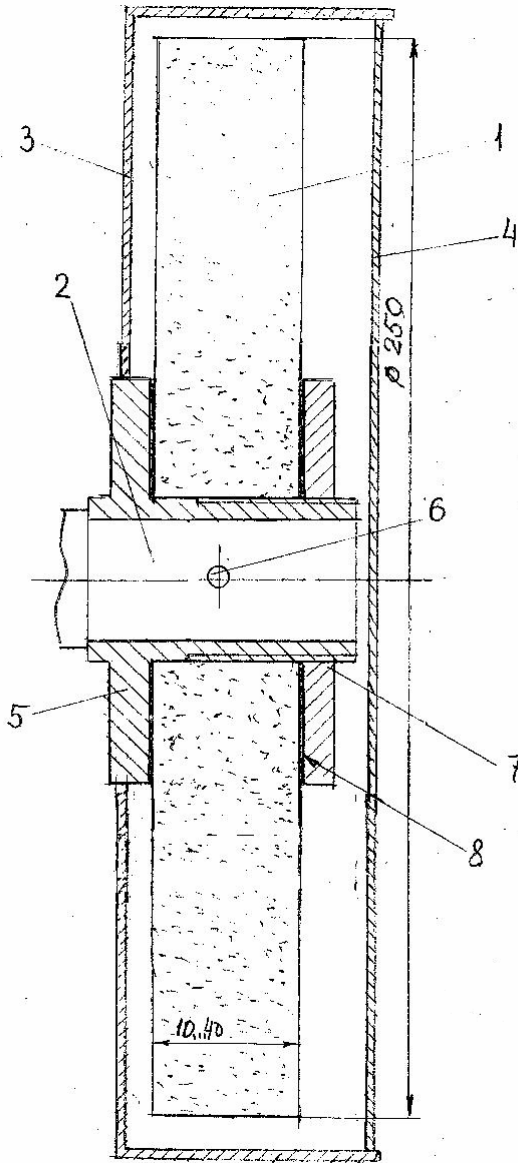

Рис.3
6.2. Электродвигатель 2 установлен на верхней плите корпуса 1. На выходных концах электродвигателя установлены шлифовальные круги 3. Крепление кругов – смотри на рис.3.
7.1 На рис.3 показана схема установки шлифовального круга 1 на валу 2 электродвигателя. Посадочный диаметр круга ф32мм.
11.1. Если на станке не установлены шлифовальные круги, то произвести их установку, отвернув гайку 7 (рис.3) и сняв прокладку 8. Установить круг, закрепив его гайкой через прокладку.